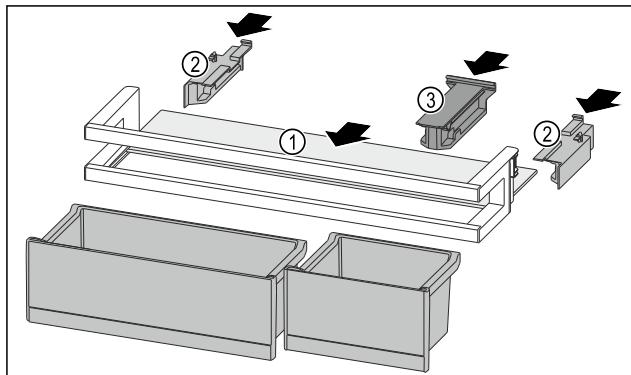

Fig. 91
- Policu za odlaganje Fig. 91 (1) gurnite u bočne otvore.
► Umetnite bočne dijelove Fig. 91 (2).
► Umetnite pridržni dio Fig. 91 (3).